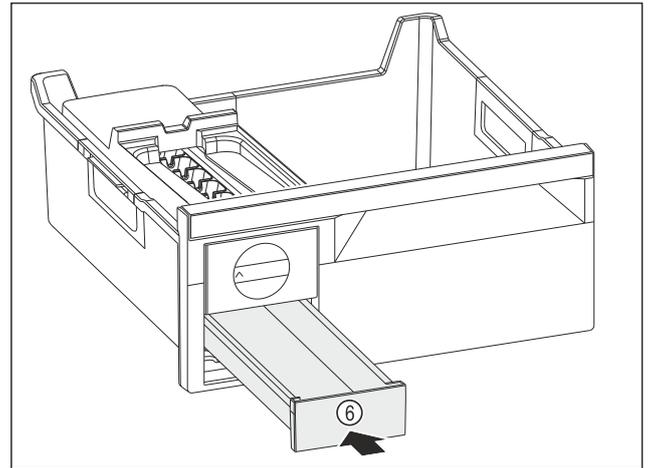

Fig. 84
- ▶ Eiswürfelschubfach Fig. 84 (6) einschieben.